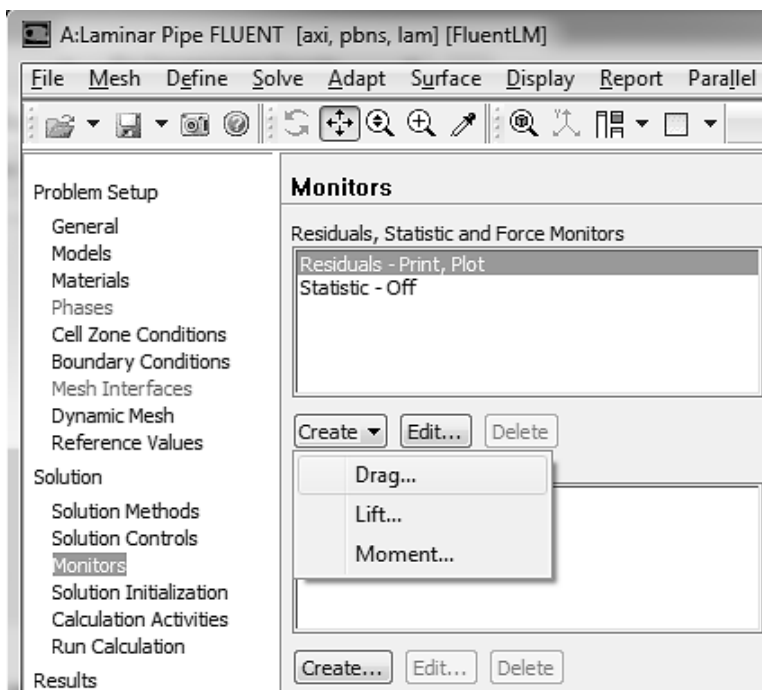

Рис. 1.50
- 2) Под окном Residuals, Statistic and Force Monitors жмем кнопку Create и в выпадающем окне выбираем Drag, рис. 1.50.